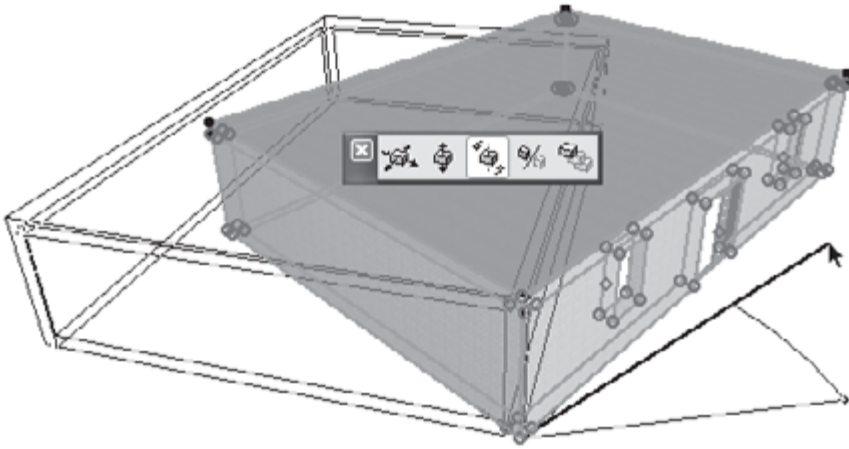

Рис. 8.16. Поворот объекта
5. Определите конечную точку угла поворота (рис. 8.16), перемещая указатель мыши. Контур выделенного объекта будет перемещаться синхронно с указателем.